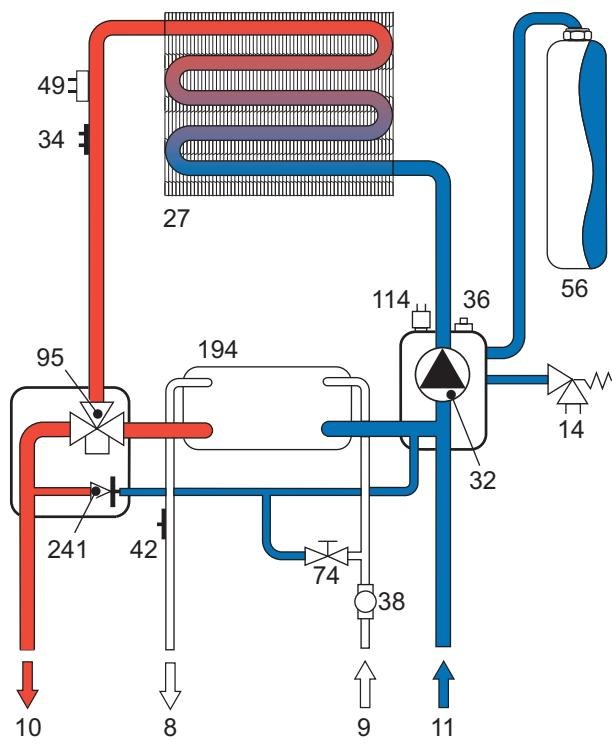

fig. 25 - Circuitul de încălzire
**Tabel. 9 - Legendă fig. 20, fig. 23, fig. 24 și fig. 25**